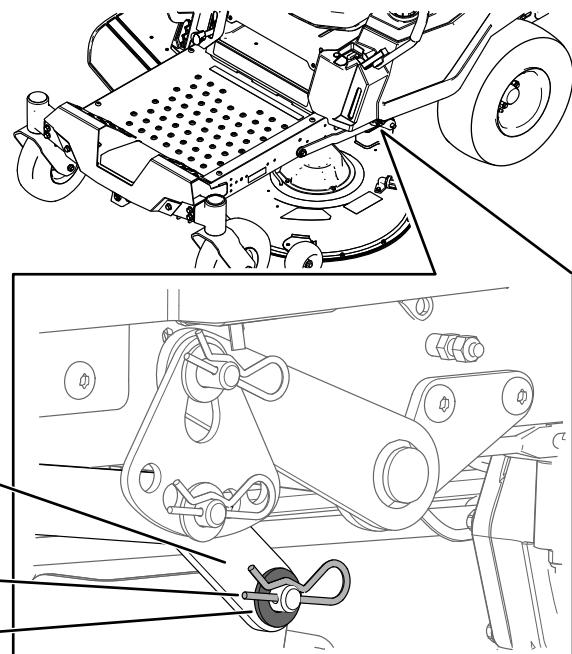

Bild 73
7. Entfernen Sie auf einer Seite der Maschine die Unterlegscheibe und den Splint vom Mähwerksstift (**Bild 73**).
8. Entfernen Sie den Hubarm vom Mähwerksstift (Bild 73).
5. Heben Sie auf einer Seite der Maschine die Rückseite des Mähwerks an und montieren Sie den Hubarm am Mähwerksstift (Bild 73).
6. Montieren Sie den Hubarm mit der Unterlegscheibe und dem Splint (Bild 73).